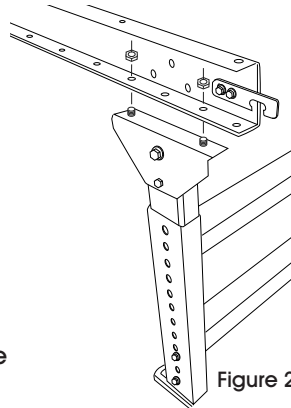

Figure 2
2. Boulonnage de deux jambes d'appui en H à un cadre de convoyeur : Positionnez les jambes d'appui en H à l'extrémité du cadre de convoyeur. Fixez les boulons traversant le convoyeur et la jambe d'appui en H. (Voir Figure 2)